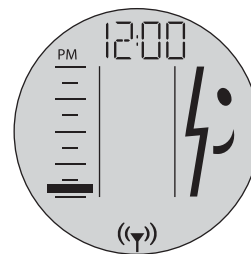

Ilustración 60: el InfoKey muestra que queda aproximadamente un 10 % de carga en el transportador PT
2. Descargue las baterías (haciendo un uso normal del transportador PT) hasta que esté parpadeando la barra inferior de la pantalla, lo cual representa que queda aproximadamente un 10 % de la carga de la batería (consulte la **ilustración 60**).